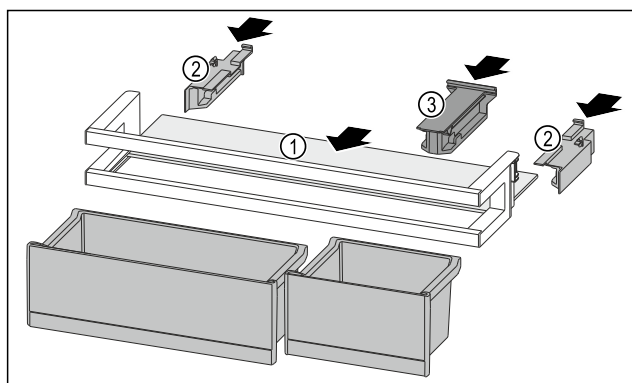

Fig. 225
- Odkládací plochu Fig. 225 (1) zasuněte do bočních vybrání.
- Boční díly Fig. 225 (2) vložte.
- Držák Fig. 225 (3) vložte.